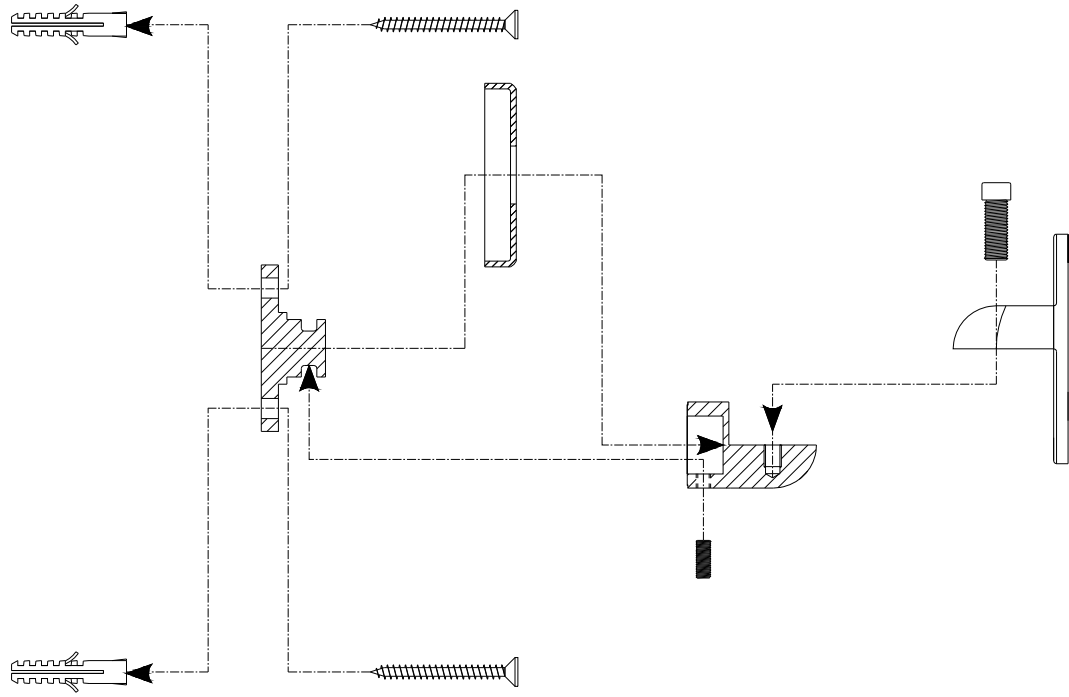

Fig. 2
**3.2** Assemblare i supporti e fissarli al muro come descritto nella Fig. 2 utilizzando tasselli idonei alla tipologia della muratura ed in grado di sostenere a parete il radiatore. In dotazione vengono forniti tasselli D.8 mm per cemento armato. Le distanze e gli interassi di fissaggio dipendono dal modello acquistato. Seguire attentamente le misure riportate nel disegno e nella tabella di Fig. 1.
**3.3** Agganciare il radiatore ai supporti tassellati a muro, appoggiandolo e fissandolo con le viti in dotazione come da Fig. 2. Assicurarsi che l'appoggio sia il
**3.2** Assemble the supports and secure them to the wall as described in fig. 2 using plugs that are suitable to type of wall, and sturdy enough to anchor the radiator to the wall. The radiators are supplied as standard with 8mm diameter plugs for reinforced concrete. Fixing distances and centre distances depend on the model purchased. Comply with the measures shown on the drawing and listed in the table in fig. 1.
**3.3** Hang the radiator from supports fastened to the wall with the plugs, and secure it with the screws supplied as standard as shown in fig. 2. Make sure that the supports are arranged as accurately as possible, if necessary, adjust the